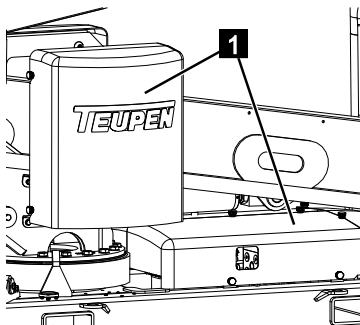

Abb. 123
3. Abdeckungen demontieren (Abb.123/1).